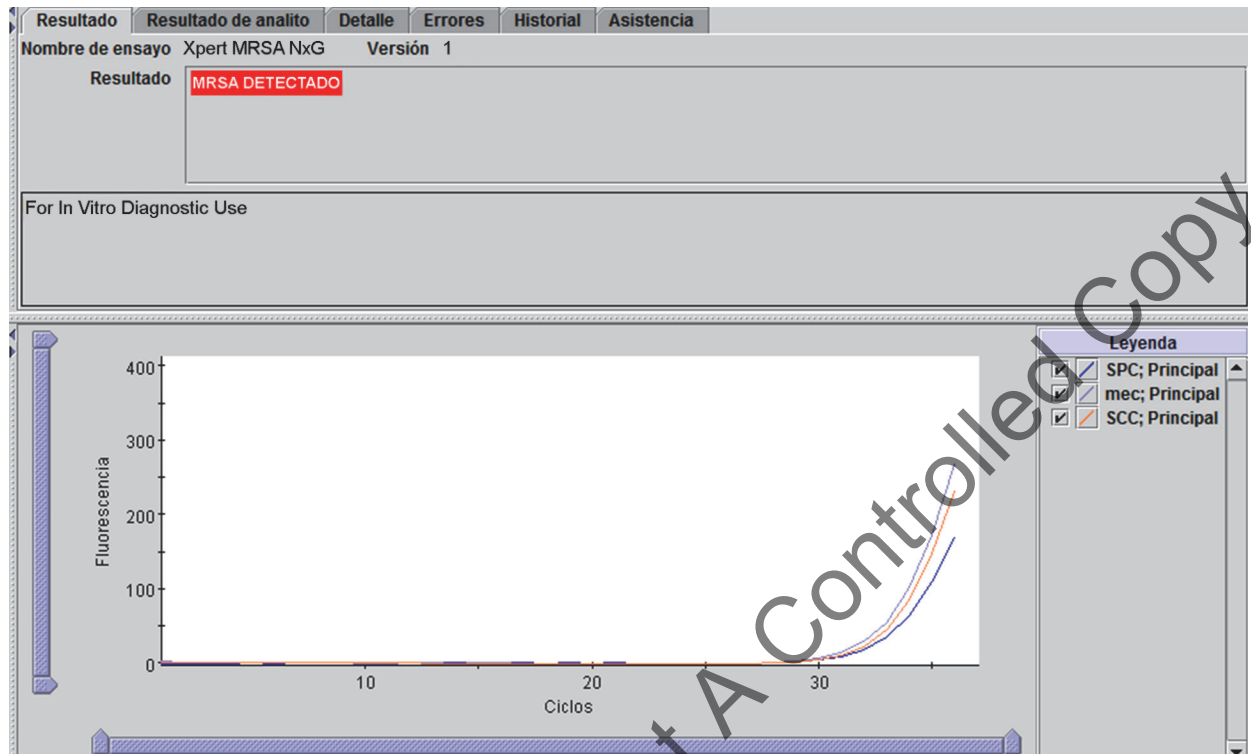

Figura 2. Ejemplo de un resultado SARM DETECTADO (MRSA DETECTED)
El sistema GeneXpert interpreta los resultados a partir de las señales fluorescentes medidas y de los algoritmos de cálculo incorporados, y los muestra en la ventana Ver resultados (View Results). Los resultados posibles se muestran en la Tabla 2. La Figura 2, la Figura 3, la Figura 4, la Figura 5 y la Figura 6 presentan ejemplos de resultados de la prueba Xpert MRSA NxG.
MRSA DETECTADO (MRSA DETECTED) Consulte la Figura 2.	Se ha detectado ADN de SARM. <ul style="list-style-type: none"> • MRSA DETECTADO (MRSA DETECTED): Las dianas de SARM, mecA/mecC y SCCmec, tienen un umbral del ciclo (Ct) dentro del rango válido. • SPC – N/A (NA) (no aplicable); la señal del SPC no es parte del algoritmo de interpretación de los resultados si se detecta SARM, ya que la señal del SPC puede suprimirse debido a la competición con mecA/mecC y SCCmec. • Comprobación de la sonda – SUPERADO (PASS); todos los resultados de comprobación de la sonda superan la comprobación.
Las pantallas mostradas en este apartado (Figura 2, Figura 3, Figura 4, Figura 5 y Figura 6) son de un instrumento GeneXpert Dx con el software GeneXpert Dx.